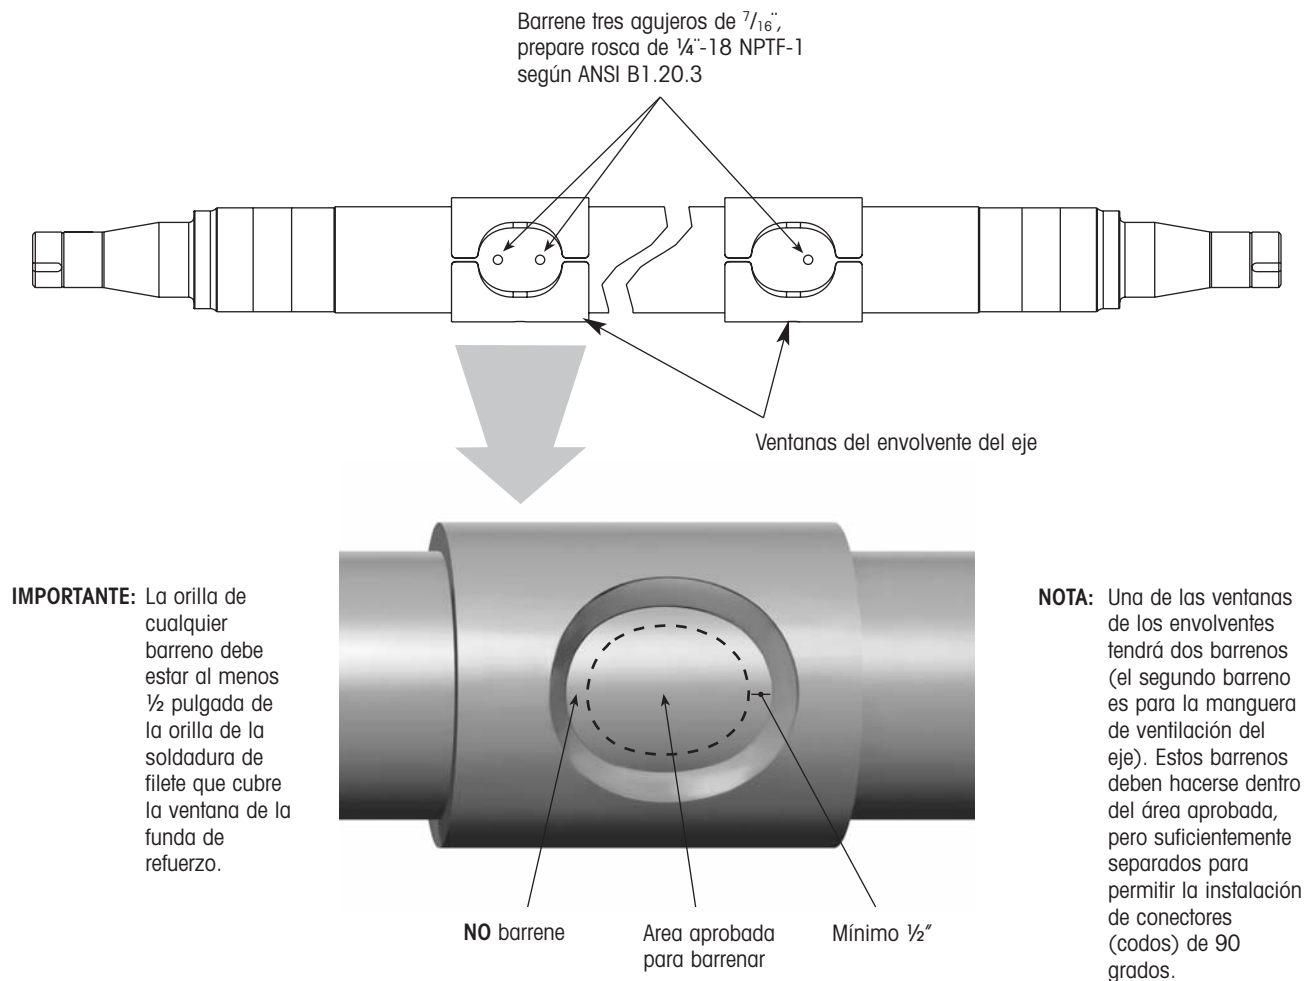

Figura 6. Detalles de barrenado para ejes de suspensiones INTRAAX / VANTRAAX
10. Usando la información en la figura 6 o 7, barrene y rosque tres agujeros de ¼ de pulgada - 18 NPT en las ventanas de los envolventes del eje (en suspensiones INTRAAX y VANTRAAX) o a la mitad del eje (en Ejes Hendrickson para Remolque) en preparación a la instalación de los componentes.